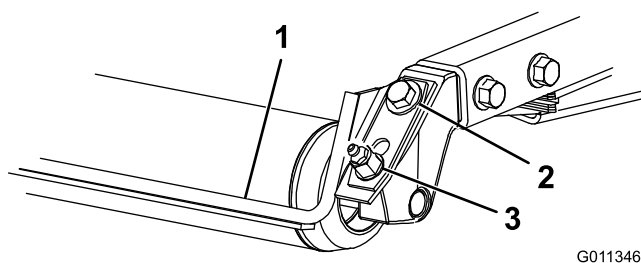

Bild 18
1. Lösen Sie die Schmiernippel und Befestigungsschraube (Bild 18).